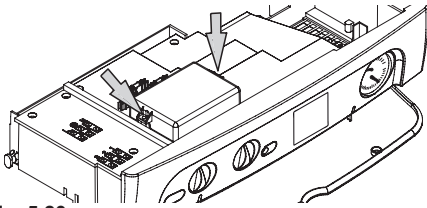

Fig. 5.23
- Togliere le due viti indicate in Fig. 5.23 e aprire il coperchio della morsetteria collegamento sonda esterna.